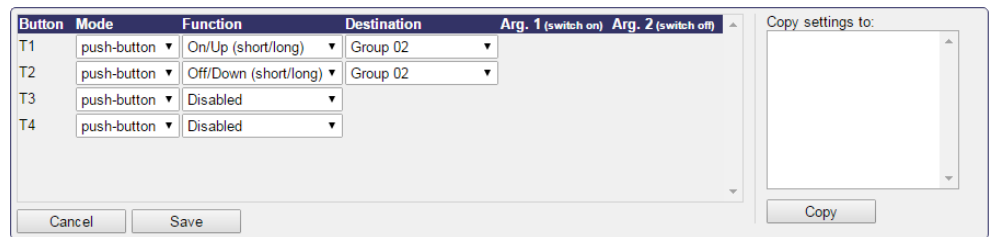

Abbildung 90: Parametrieren eines Tasters.
- Zum Konfigurieren der Taster-Funktionen bleiben Sie auf der **Buttons** Seite im Web-UI auf dem Reiter **DALI** und klicken Sie auf die Schaltfläche **Configure** neben dem zu konfigurierenden DALI-Taster. Der Dialog wie in Abbildung 90 zu sehen wird angezeigt.